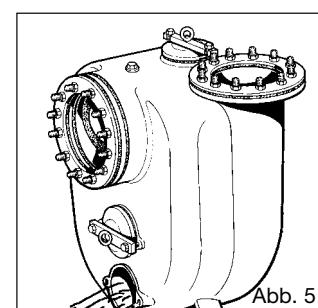

Abb. 5
Den Pumpenkörper nicht mit Flüssigkeit gefüllt lassen. Durch die Klappe (Abb. 5) und den hinteren Stopfen entleeren, die bei einigen Modellen vorhanden sind. In den Wintermonaten könnte die Pumpe einfrieren, was zu Beschädigungen derselben führen kann. Die erforderlichen Maßnahmen zur Vermeidung von Beschädigungen und Unfällen ergreifen, falls die Flüssigkeit gefährlich ist. In regelmäßigen Abständen die Welle drehen, um Verkrustungen im Innern der Pumpe zu vermeiden.
- Entleeren Sie den Pumpenkörper von der gepumpten Flüssigkeit durch die Auslassklappe (Abb. 5)